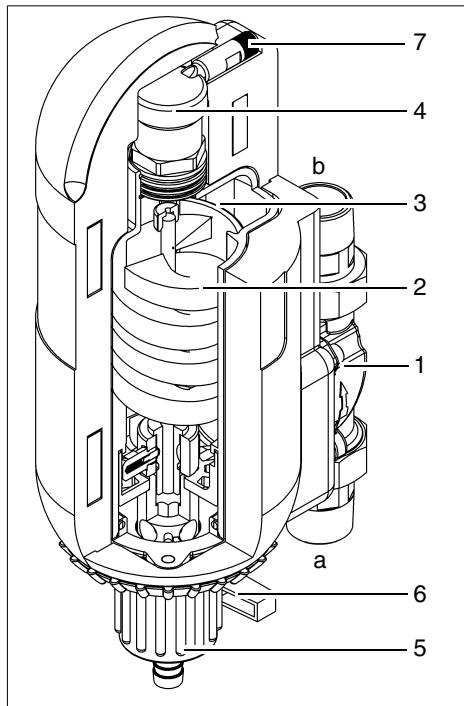

Abb. 10: Funktionsbeschreibung
Das Heizungswasser durchströmt während der Rückspülung von oben nach unten (umgekehrter Durchfluss) die Filterrundbürste (2), somit werden die Schmutzpartikel nach unten durch den geöffneten Kugelhahn ausgespült. Nachdem ca. 2 bis 3 Liter Rückspülwasser gespült wurden, muss der Kugelhahn wieder dicht verschlossen werden. Das Handrad (5) bis zum Anschlag nach rechts zurückdrehen. Somit ist der RückspülfILTER in Betriebsstellung. Der Kugelhahngriiff (6) steht nun wieder hinter dem RückspülfILTER (siehe Abb. 10).